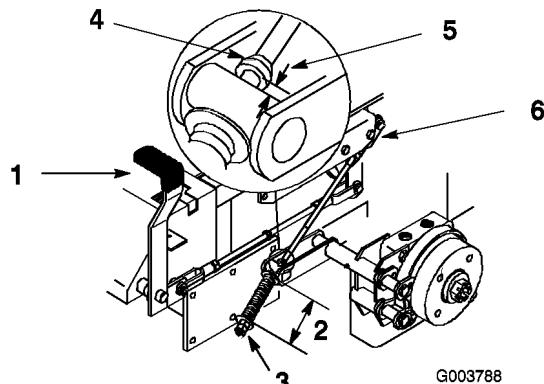

Figure 49
Les rondelles doivent être espacées de 70 mm (Figure 49).
3. Si un réglage est requis, desserrez l'écrou de blocage situé sous le ressort et serrez l'écrou directement au-dessous de la chape (Figure 49). Modifiez le serrage de l'écrou jusqu'à ce que le ressort ait la longueur voulue. Serrez les deux écrous ensemble et répétez la procédure de l'autre côté de la machine.
6. Mesurez la distance entre le galet de tourillon et le collier sur la tige de frein. Elle doit être comprise entre 5 et 7 mm (Figure 49).
7. Si un réglage est requis, desserrez l'écrou de blocage situé juste au-dessous de la chape. Tournez la tige inférieure jusqu'à obtention de l'écart voulu (Figure 49). Serrez l'écrou de blocage à la chape.